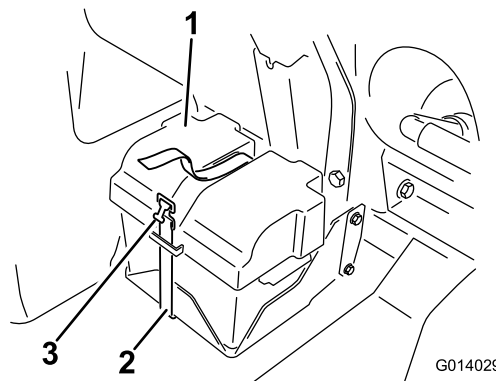

図 75
2. バッテリーについているカバーを外し 図 75、バッテリーの端子からマイナスケールを外す。
4. バッテリーカバーを取り付け、先ほど取り外したストラップで固定する 図 75。